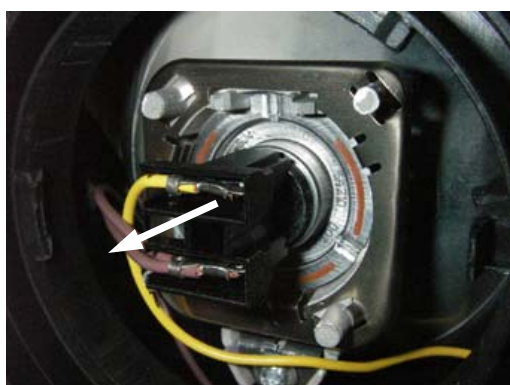

Fig. 3
- Tirer le connecteur de lampe et la lampe vers l'arrière et les sortir de la douille de lampe (voir fig. 3).